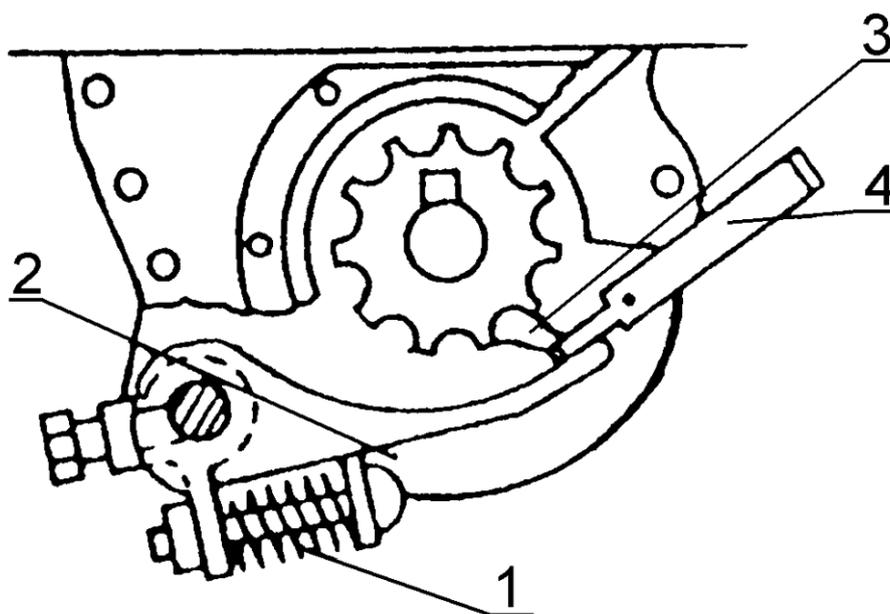

Рис. 2 Высевающий аппарат
1. Зазор между плоскостями клапанов-2 и нижними ребрами-3 муфты на всех аппаратах должен быть: для высева семян зерновых - не более 2 мм, а зернобобовых - 8...10 мм. Этот зазор регулируется путем поджатия или ослабления пружины -1 у каждого аппарата, которые в последнее время начали забывать (рис. 2). Общая регулировка зазора производится рычагами опораживания для каждой половины сеялки.